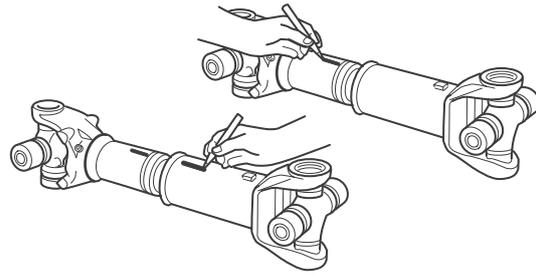

Figura 8.14
1. Marque as seções do garfo deslizante e do eixo deslizante para certificar-se de que você vai remontá-los em suas posições originais. Figura 8.14.